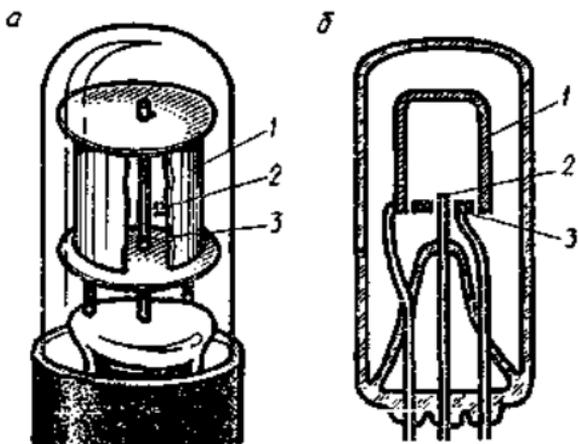

Рис. 3.9. Конструкция ГРП тлеющего разряда:
**Газоразрядный стабилитрон.** Стабилитрон (рис. 3.9, а) имеет два электрода — катод 1, выполненный в виде полого цилиндра, и анод 3 в виде тонкого стержня, расположенного по оси катода. Для уменьшения напряже-
**Тиратрон.** Более сложным ГРП является тиратрон. Он содержит катод, анод и один или несколько управляющих электродов, называемых сетками. Тиратрон может находиться в двух устойчивых состояниях: непроводящем и проводящем. На рис. 3.9, б показано устройство тиратрона с холодным катодом типа МТХ-90. Тиратрон состоит из цилиндрического катода 1, стержневого металлического анода 2 и металлической сетки 3, выполненной в виде шайбы. При подаче на сетку небольшого положительного относительно катода напряжения между сеткой и катодом возникает вспомогательный «тихий» разряд. При подаче на анод положительного напряжения разряд переносится на анод. Чем больше ток вспомогательного разряда в цепи сетки, тем меньше напряжение зажигания тиратрона. После возникновения разряда между катодом и анодом изменение напряжения сетки не влияет на силу тока тиратрона, и прекратить ток через тиратрон можно уменьшением анодного напряжения до значения, меньшего напряжения горения.